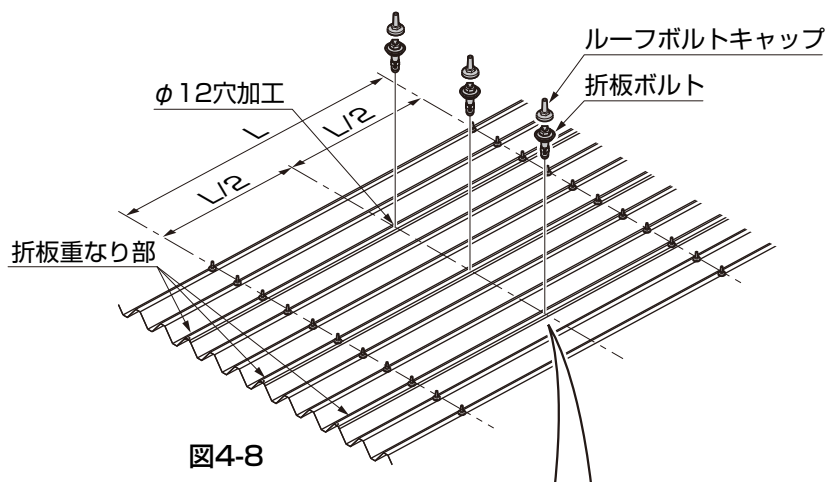

図4-8
- ①図4-8を参照して、梁と梁の中間の折板重なり部にφ12の穴加工をしてください。
- ②折板に折板ボルトを取付けてください。
- ③ルーフボルトキャップを取付けてください。